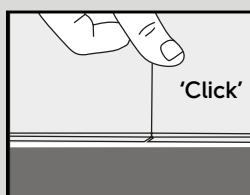

Fig. 5a
- Une fois le côté long aligné et ajusté, positionnez le côté court en frottant le joint final avec le pouce ou un petit rouleau jusqu'à ce que vous entendiez un « clic » (Figures 5a et 5b).